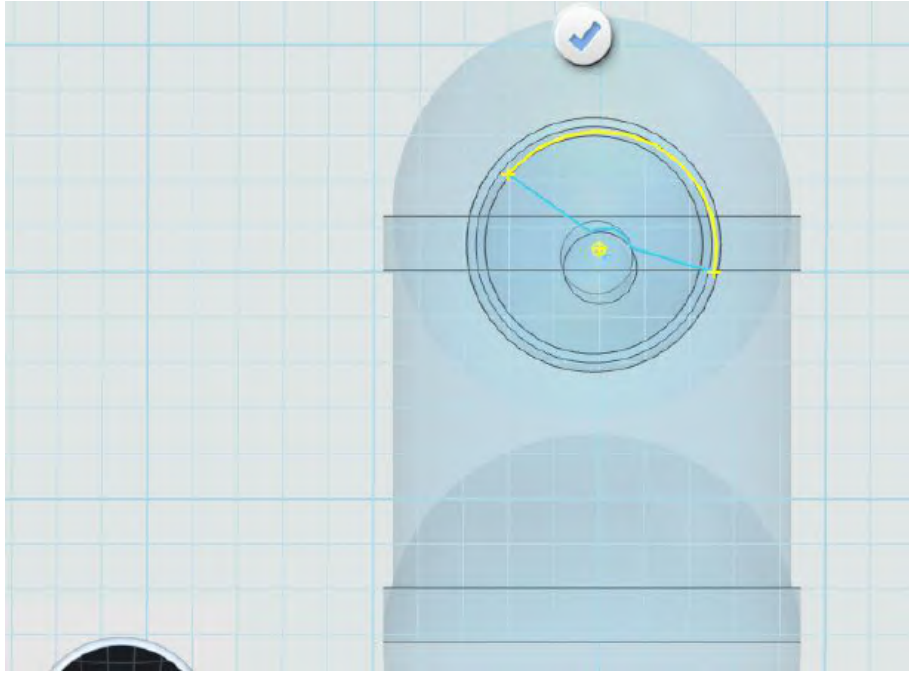

图 1-19
Step 19 选择圆弧工具，在两条线段的端点处接着画两条弧线，如下图 1-19 所示：